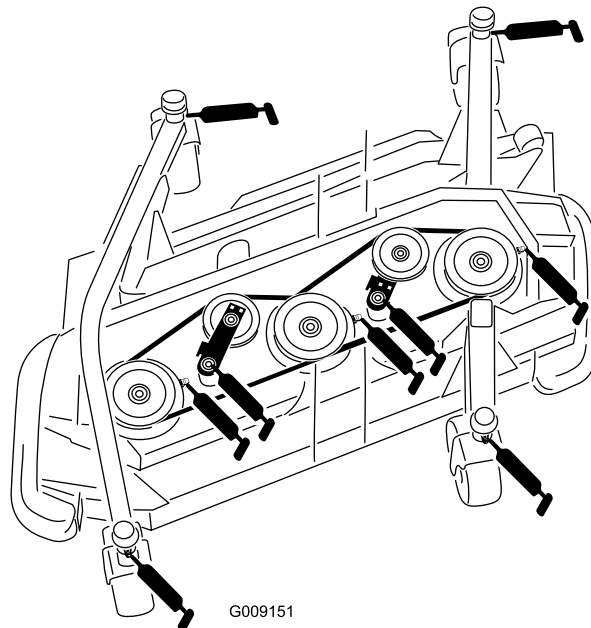

図 56
- ・ キャスタフォークのシャフトのブッシュ (4ヶ所) (図 56)
- ・ スピンドルシャフトのベアリング (各3ヶ所; スピンドルハウジングにある) (図 56)
- ・ アイドラアームのピボットのブッシュ (2ヶ所; アイドラピボットのシャフトにある) (図 56)